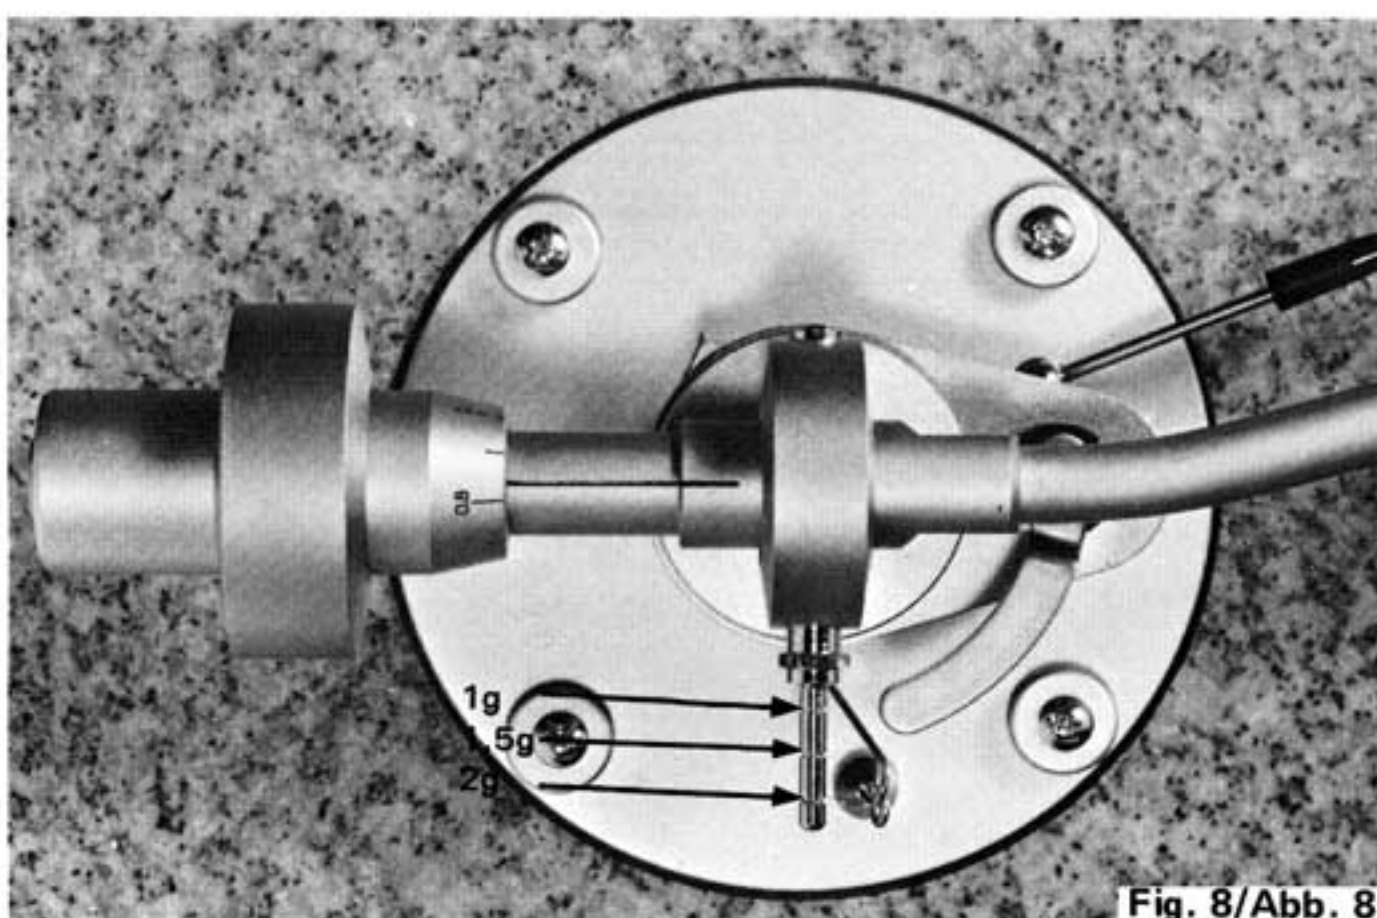

Fig. 8/Abb. 8
In Fig. 8 the number (unit: gram) indicates stylus pressure.
8. Befestigen Sie das Gewicht für die Antiskatingeinrichtung entsprechend dem von Ihnen gewählten Auflagedruck. (Abb. 8).
8. Montez le poids du compensateur anti-skating. Dans la figure 8, le nombre (en grammes) indique la force d'appui de l'aiguille.